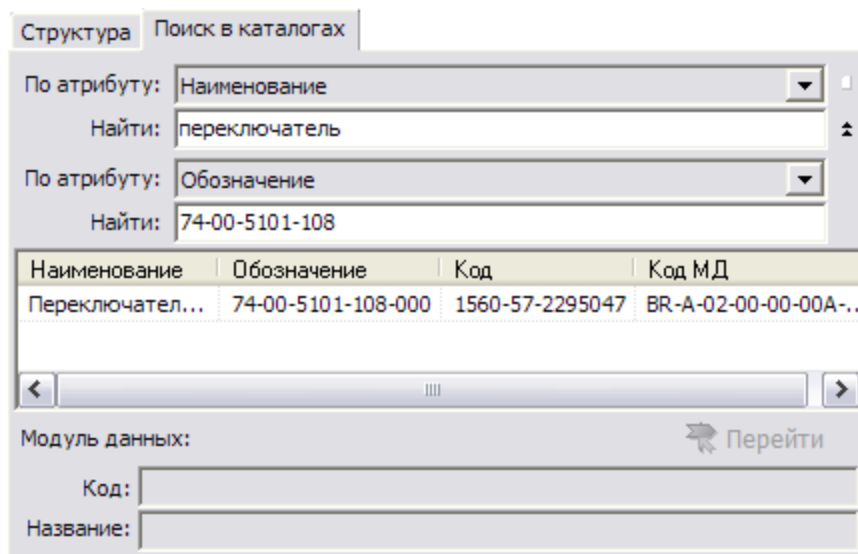

Рис. 74
9. При необходимости поиска в найденном, справа от поля ввода **Найти** нажмите на кнопку **Показать панель поиска «в найденном»** и повторите вышеописанные действия для атрибута **Обозначение** (Рис. 74).